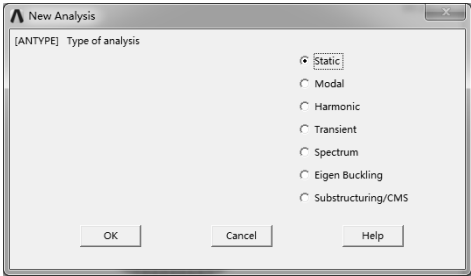

图 9-18 “New Analysis”对话框
1) 选择“Main Menu>Solution>Analysis Type>New Analysis”命令，弹出“New Analysis”对话框，选中“Static”选项，如图 9-18 所示。单击“OK”按钮确认。